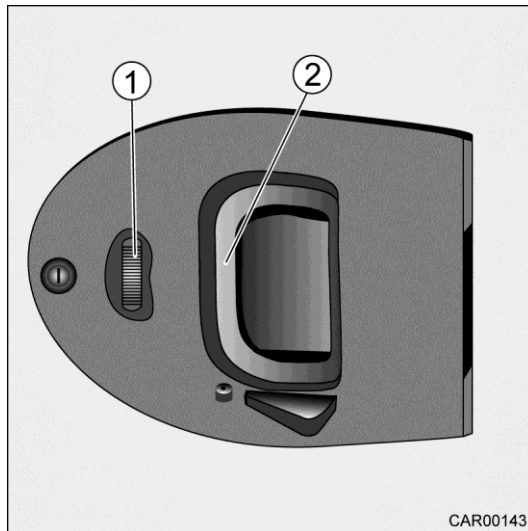

Fig. 87 Ferrures de la porte coulissante (porte pliante)
1. Appuyer sur le bouton de verrouillage (Fig. 87/1) pour verrouiller ou déverrouiller la porte coulissante (porte pliante).
2. Sortir la poignée (Fig. 87/2).